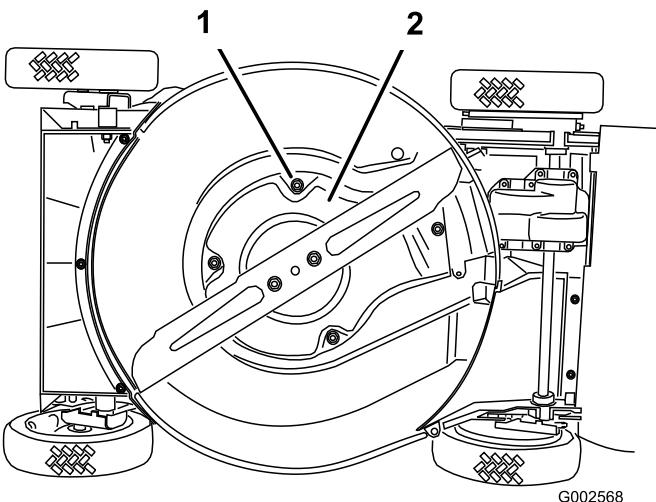

Figura 36
6. Retire los 4 tornillos que sujetan el protector (Figura 36).